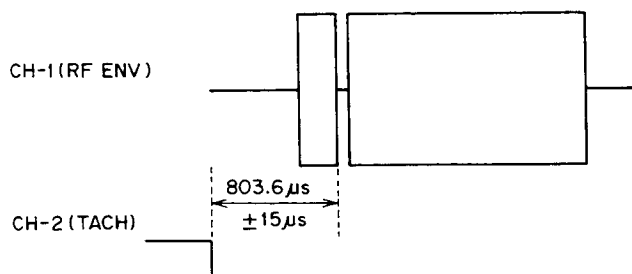

Fig. 4-5
- 4) Adjust semi-fixed resistor R496 so that the time from the leading edge of the TACH waveform to the marker of the RF waveform is $803.6 \pm 15 \mu s$, as shown in Fig. 4-5.
- 4) . 図4-5 の様に、TACH波形の立ち上がりからRF波形のマーカまでの時間が、 $803.6 \pm 15 \mu s$ になるように半固定抵抗 R496 を調整する。